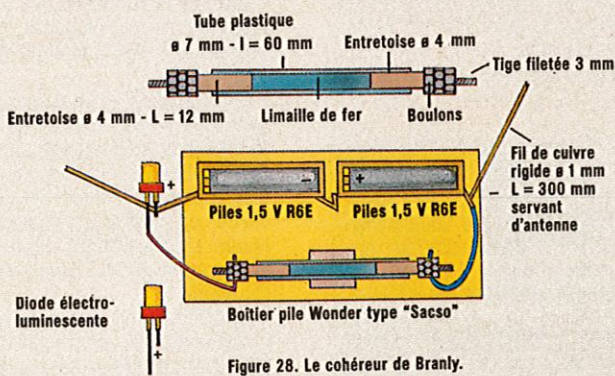

Figure 28. Le cohéreur de Branly.
- Le cohéreur de Branly. La **figure 28** montre comment le fabriquer à partir d'un petit tube de plastique que l'on remplira de poudre de fer comprimée entre deux entretoises, qui jouent le rôle de pistons. Deux piles de 1,5 V montées en série alimenteront le circuit dans lequel sera intercalée une diode électroluminescente servant à matérialiser le passage du courant. Deux fils de cuivre soudés aux endroits indiqués serviront d'antenne.